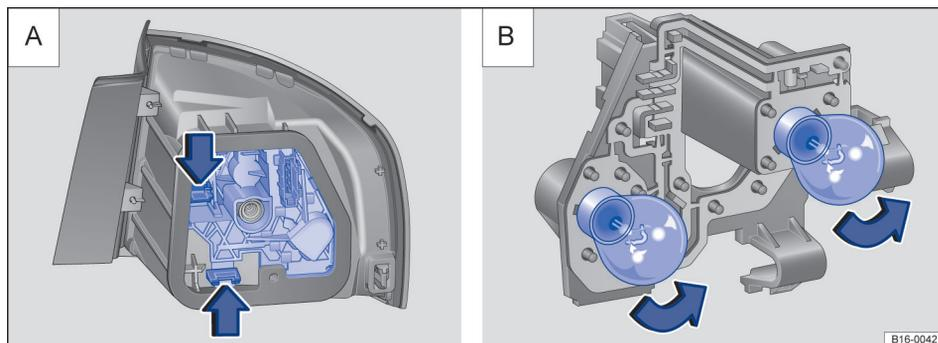

Fig. 202 A: desmontaje del portalámparas. B: desmontaje de las lámparas.
5. Desbloquee el portalámparas por las pestañas de bloqueo ⇒ fig. 202 A (flechas) y extráigalo del grupo óptico trasero.
6. Sustituya la lámpara por otra nueva del mismo tipo ⇒ fig. 202 B.
7. Coloque el portalámparas en el grupo óptico trasero. Las pestañas de bloqueo ⇒ fig. 202 A (flechas) tienen que encastrar de forma audible.